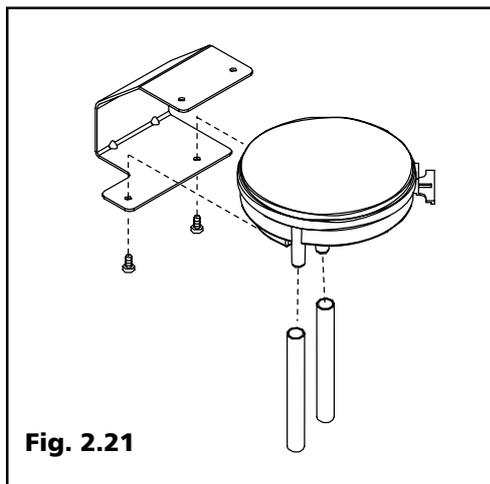

Fig. 2.21
2.16 Pressostato di sicurezza (P.A.D.) (Fig. 2.21)